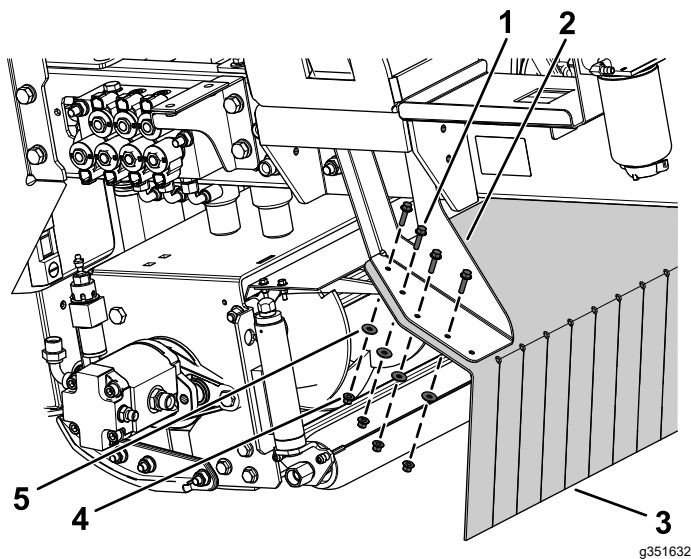

Figura 8
1. Fije el deflector ancho a los bastidores de aleta izquierda y derecha con 8 pernos con arandela prensada (6 x 25 mm), 8 arandelas y 8 contratuerzas (6 mm), tal y como se muestra en la Figura 8.